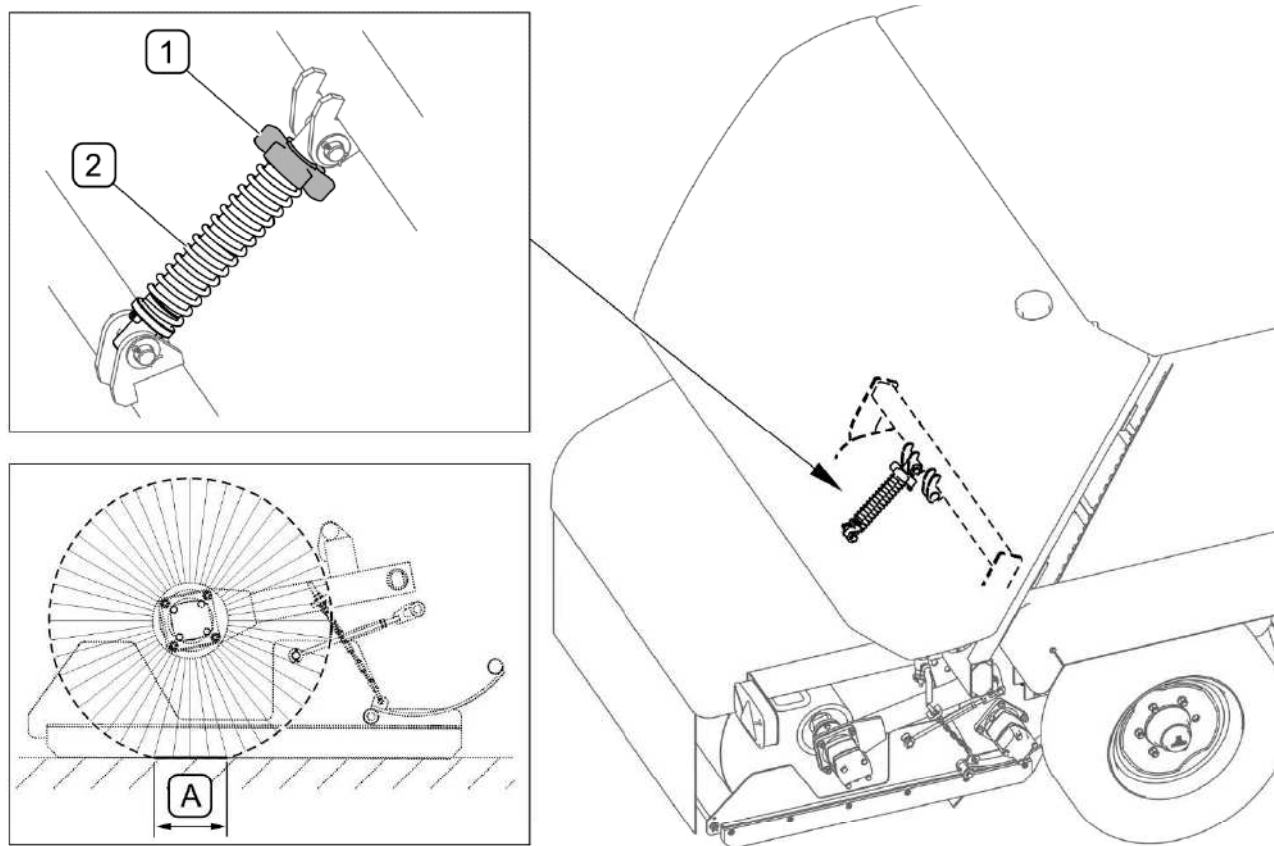

РИСУНОК 5.7 Регулирование силы нажима вальцовой щетки
(1) - стяжная гайка; (2) - пружина; (A) - поверхность прилегания вальцовой щетки к поверхности дорожного покрытия 100 – 150 мм
Поверхность прилегания (A) вальцовой щетки к поверхности дорожного покрытия должна составлять 100 - 150 мм (РИСУНОК 5.7). Регулировка силы нажима вальцовой щетки сводится к регулировке натяжения пружины (2) и осуществляется при помощи гайки (1). Слишком сильный нажим щетки на дорожное покрытие приводит к ее быстрому износу.